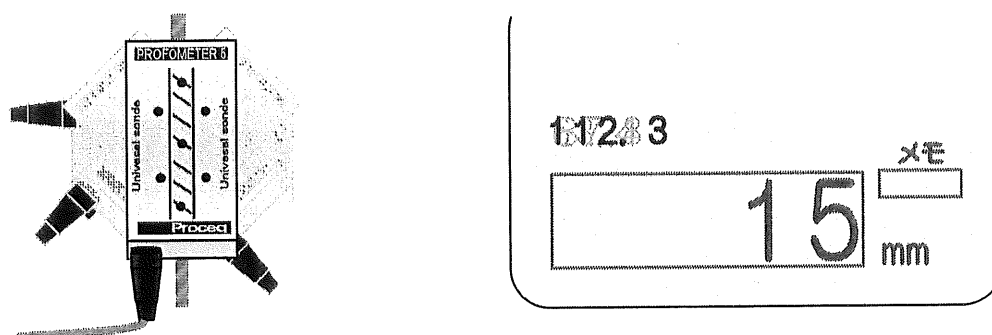

図26
- また、プローブを回転させ、ボリューム値の変化を見ることによって鉄筋の方向を確認することもできます。一番、ボリューム値が大きいプローブの方向に鉄筋が入っています。(図26参照)